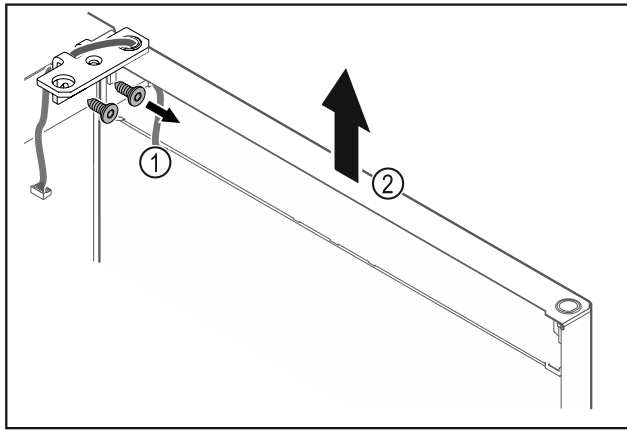

Fig. 23
- ▶ Skru av hengselvinkelen Fig. 23 (1).
- ▶ Løft døren og hengselvinkelen Fig. 23 (2) ca. 200 mm rett opp, og ta den av.